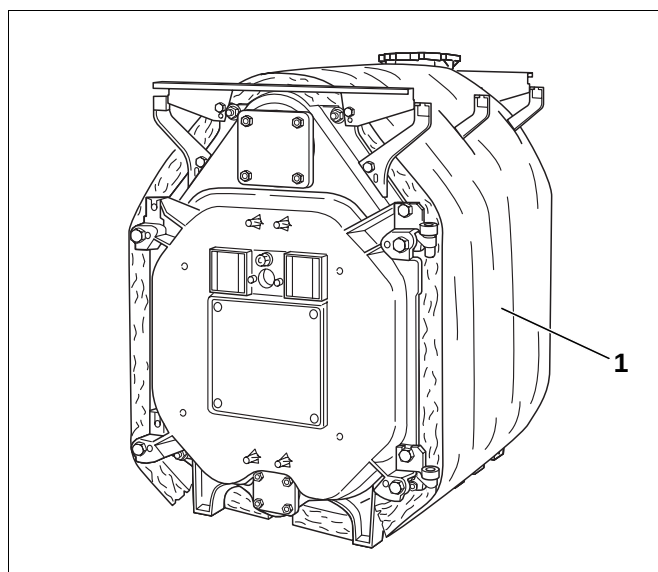
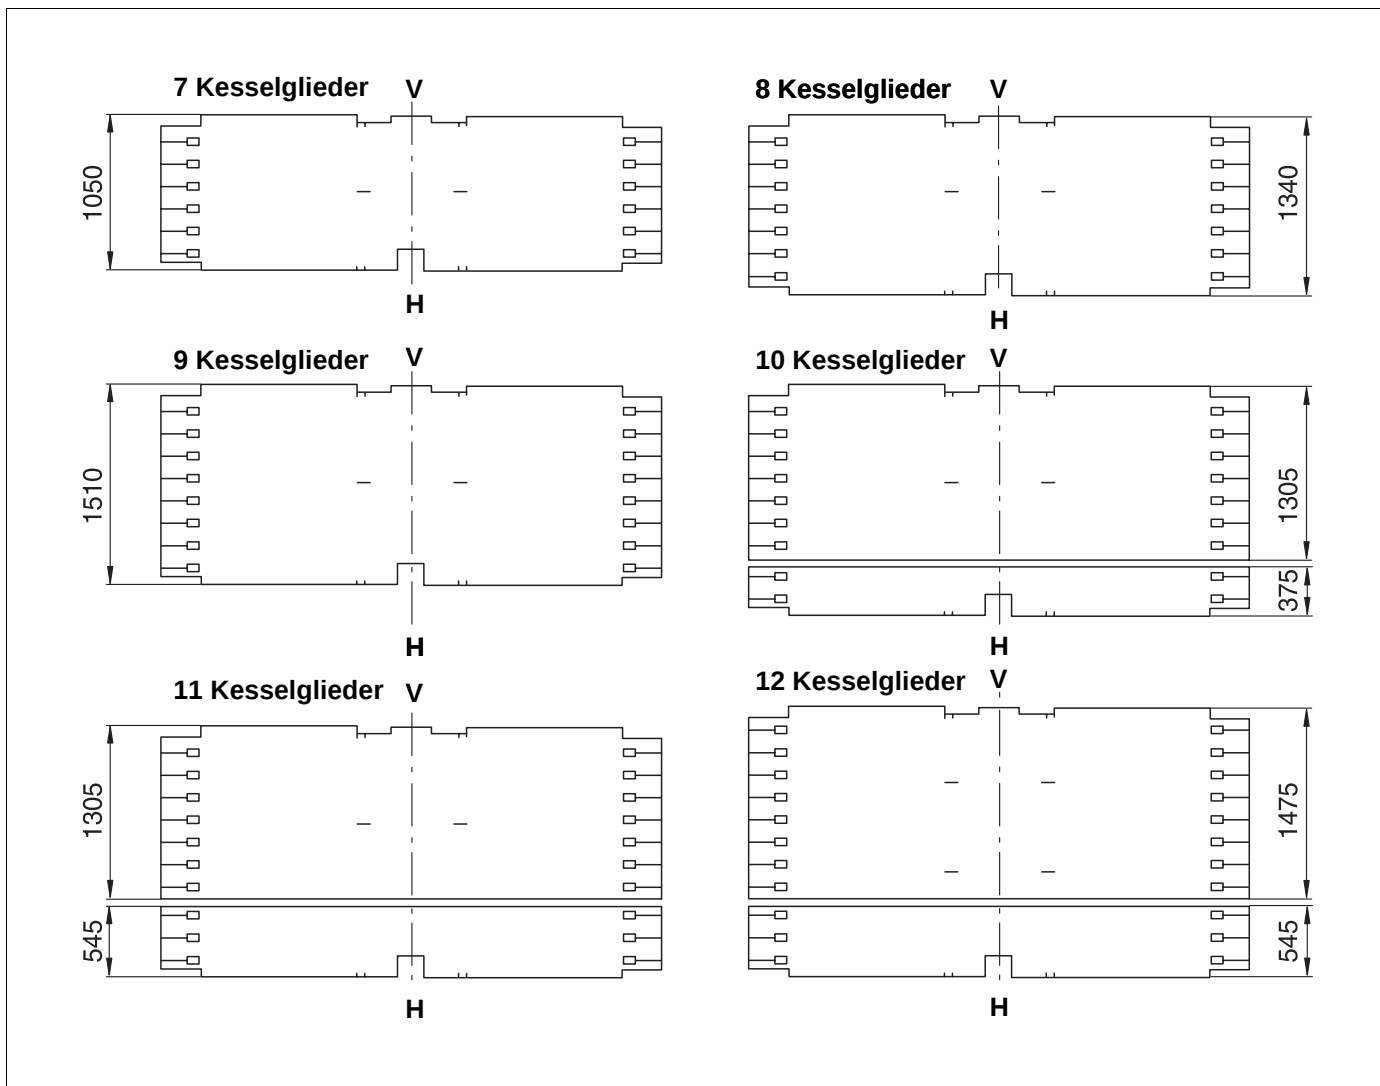

Abb. 43 Kesselblock mit Wärmeschutz
Abb. 44 Wärmeschutz für die verschiedenen Kesselgrößen (Maße in mm)
- Der mitgelieferte Wärmeschutz (Abb. 43, **Pos. 1**) entspricht der Kesselgröße. Der Wärmeschutz ist nach dem in Abbildung 44 dargestellten Schema auf dem Kesselblock anzuordnen (die Ziffern über dem ausgebreitet dargestellten Wärmeschutz entsprechen der Anzahl der Kesselglieder).